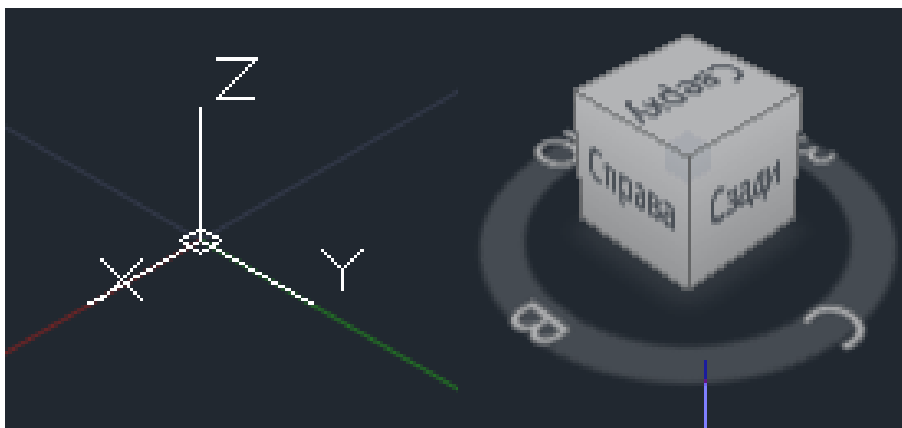

Рисунок 15 – Оси изометрической сетки привязки
- Эта команда позволяет выбрать плоскость для рисования в изометрии и соответствующую ей пару осей (рис. 15). В изометрии, поскольку используются три плоскости (правая, левая, верхняя), можно переключаться между ними.